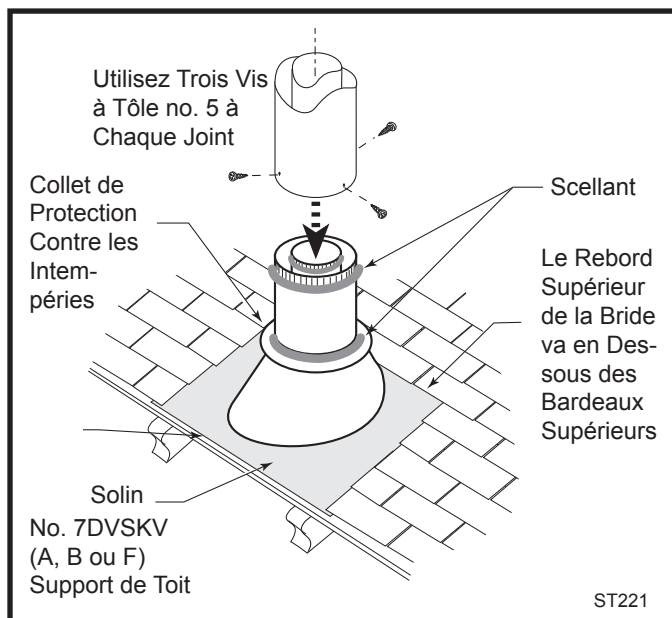

Fig. 33 Support et solin.
7. Installez le support et le solin de toit en prenant soin de glisser ce dernier sous les bardeaux. (Fig. 33)
8. Installez les sections appropriées du conduit de ventilation jusqu'à ce que la section de ce dernier dépasse le bardage. Les extrémités élargies des sections de ventilation doivent toujours être tournées vers le bas. (Fig. 33)
9. Installez le collet et appliquez du mastic sur la circonférence du joint afin d'en assurer l'étanchéité. (Fig. 33)